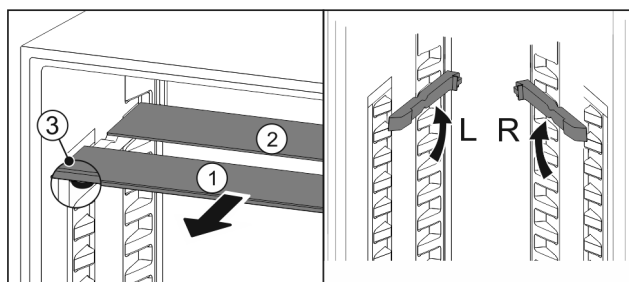

Fig. 29
- Trekk glassplatene enkeltvis fremover og ut Fig. 29 (1).
- ▷ Glassplate Fig. 29 (1) med pyntelist ligger foran.
- ▷ Stoppere Fig. 29 (3) peker nedover.